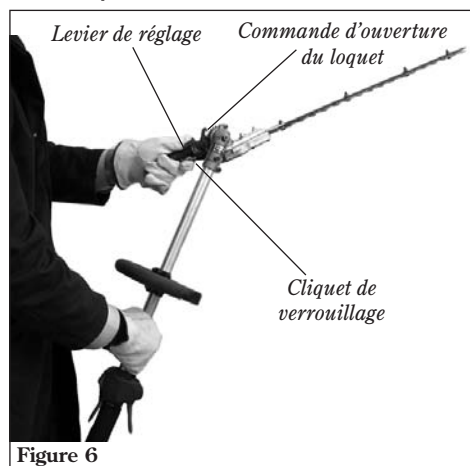

Figure 6
1. De la main droite, saisir le tube de transmission, près de la poignée. De la main gauche, saisir le levier d'orientation situé sur l'accessoire de coupe. Voir Figure 6.